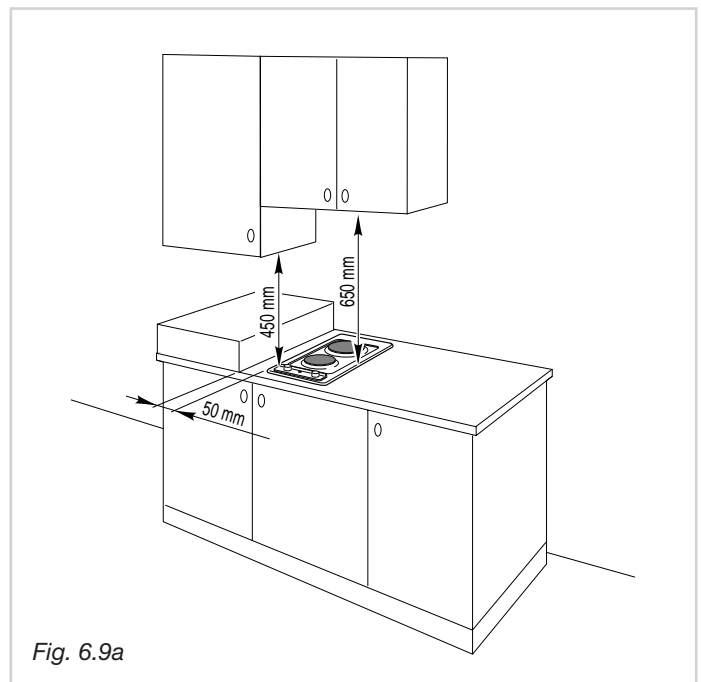

Fig. 6.9a
- S'il se trouve au dessus de la table de cuisson un meuble suspendu ou une hotte, maintenir entre la table et le meuble ou la hotte une distance minimale de 650 mm (figs. 6.9a et 6.9b).